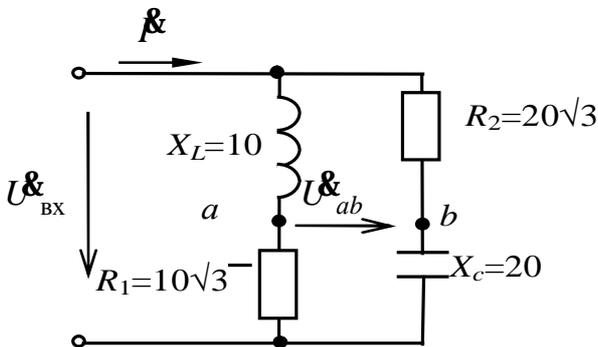

Рис. 2.8
**Задача 2.4.** Определить потребляемый цепью (рис.2.8) ток  $I$  и напряжение  $U_{ab}$ , если известны параметры элементов цепи в [Ом] и входное напряжение  $U_{\text{вх}} = 12 \text{ В}$ . Построить векторную диаграмму токов и напряжений.